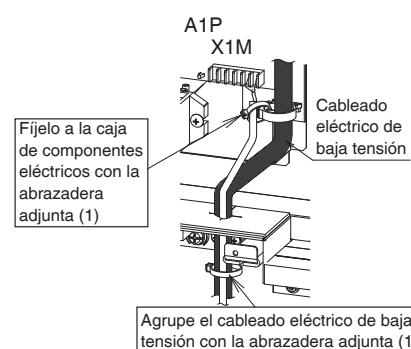

Fig. 22 Fijación del cableado de transmisión
- En la caja de componentes eléctricos, fije el cableado de transmisión a la caja de componentes eléctricos con las abrazaderas como se indica en la Fig. 21 y la Fig. 22. Utilice las pinzas suministradas para la unidad de fuente de calor y prepare aparte las abrazaderas para la unidad en cascada.